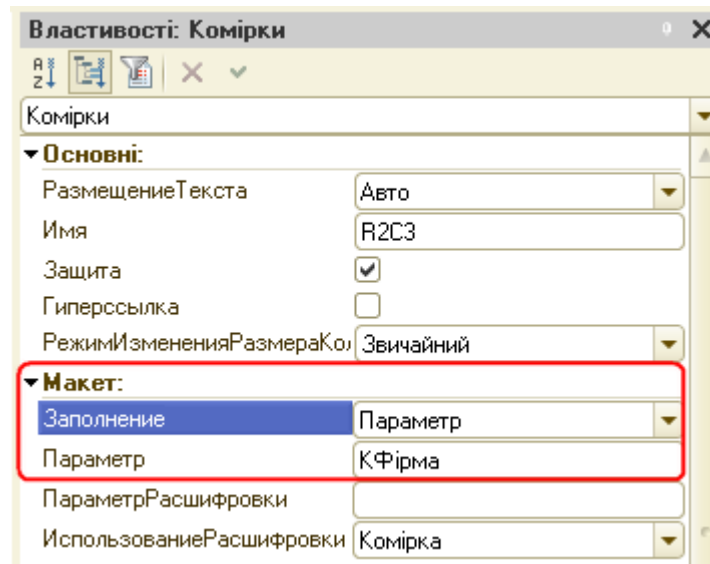

Рис. 25. Палітра властивостей комірки КФірма
22) Тепер ті комірки секції, в яких повинні виводитися дані з ІБ (комірки-ідентифікатори), необхідно позначити як ті, що містять параметри. Для цього виділяємо дану комірку, і визиваємо її палітру властивостей. Для властивості «Заполнение» необхідно вибрати значення «Параметр» (рис.25).